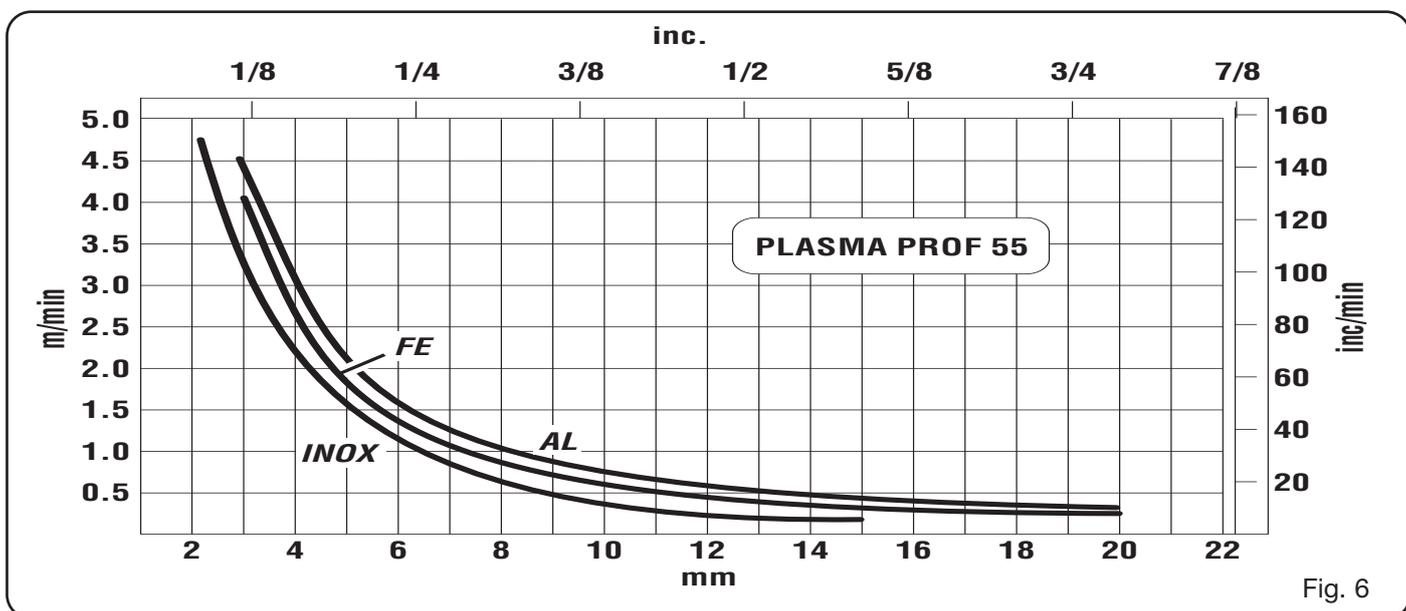

Fig. 6
- Epaisseur excessive de la pièce (voir diagrammes de vitesse de découpage, fig. 6).